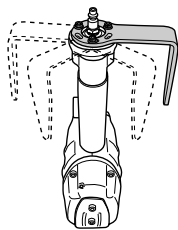

Fig. 2
- El gancho se puede montar en cualquier dirección. Ajuste el gancho según el entorno operacional (Fig. 2).